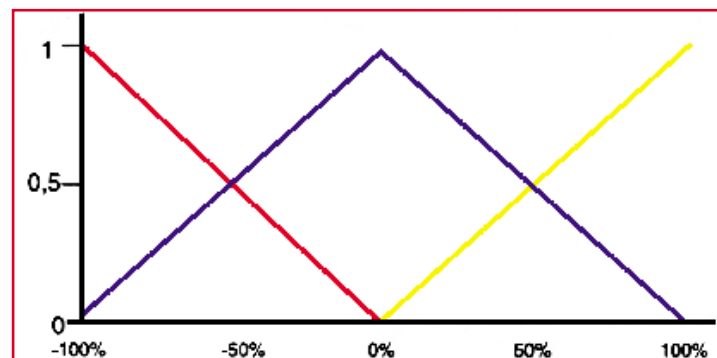

Bild 2: Zugehörigkeitsfunktionen
Um für alle Abweichungen gleiche Voraussetzungen zu schaffen, legen wir eine ungerade Anzahl von Zugehörigkeitsfunktionen fest: z. B. drei, wie in der Abbildung 2 gezeigt. Die mittlere Zugehörigkeitsfunktion oder auch Klasse Zero (ZR) trifft mit dem Zugehörigkeitswert 1 genau unseren Zielwert 0%; also genau die Kugel in der Mitte der Wippe. Die anderen Klassen lauten: NK: negativ klein; PK: positiv klein.